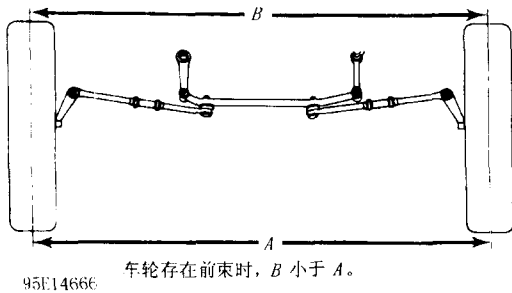

图 1-4 调整横拉杆套管(俯视图)
- 转向盘必须对中,车轮朝向正前方。如必要,可缩短一侧横拉杆调整套管,加长另一侧的调整套管(转过相同圈数)(图 1-4)。
1) 调整前束时,前轮朝向正前方,转向盘对中,松开卡箍,转动调整套管或左和右横拉杆的可调端头(图 1-4 和 1-7)。